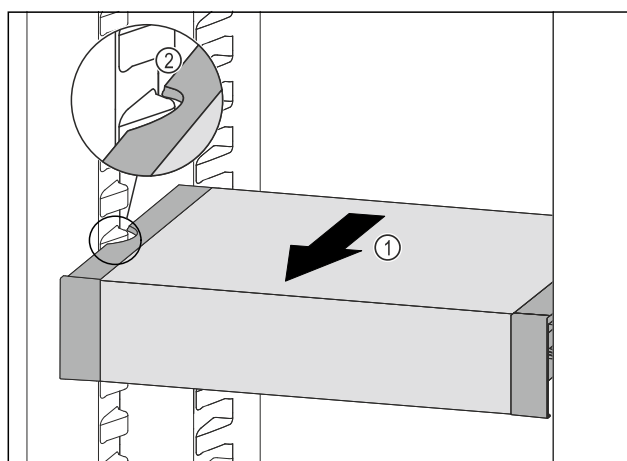

Fig. 248
- Vedä VarioSafe-laatikkoa eteenpäin Fig. 248 (1), kunnes VarioSafen sivuilla olevat lovet ovat jääkaappiosassa olevien kannattimien tasolla. Fig. 248 (2)